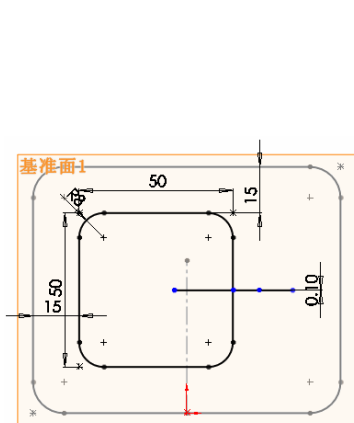

图 9-127 绘制两条水平直线
⑧ 单击“草图”工具栏中的“中心线”图标，过矩形右边边线的中点绘制一条水平构造线，然后绘制两条与构造线平行的直线，分别位于构造线的两边。单击“添加几何关系”图标，选择构造线添加“固定”几何关系，选择两条水平直线和构造线添加“对称”几何关系，标注两条竖直直线距离值为：0.1，如图 9-127 所示。